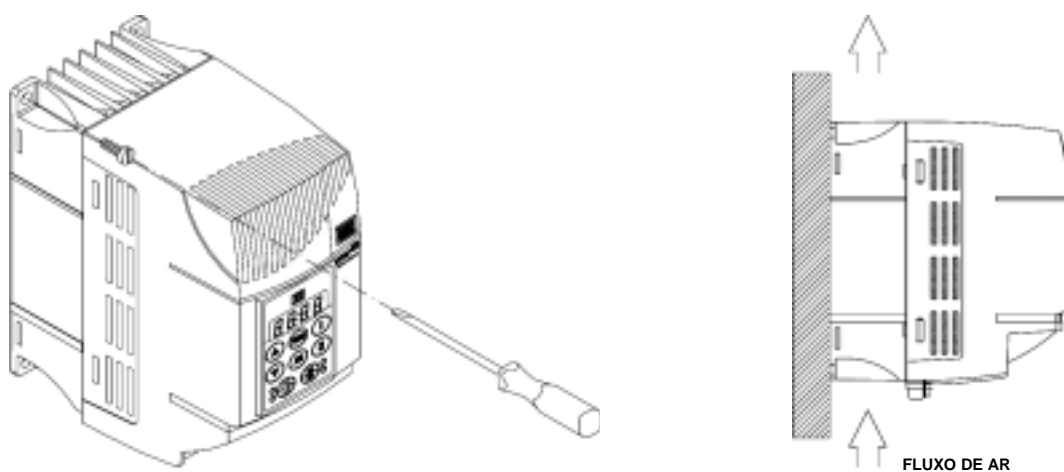

Figura 3.3 - Procedimento de instalação do CFW-08
- ☑ Ver figura 3.3 para procedimento de instalação do CFW-08. Prever conduítes ou calhas independentes para a separação física dos condutores de sinal, controle e potência (ver instalação elétrica). Separar os cabos do motor dos demais cabos.